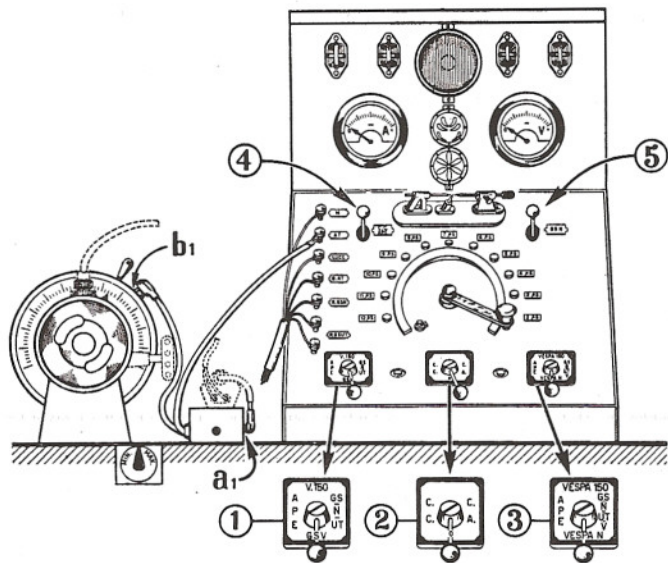

Fig. 10/D - Banco prova volani
Il banco prova volani 8290/R (ved. fig. 10/D) comprende i seguenti gruppi, necessari per l'esecuzione delle prove dei volani:
- 2 commutatori — (4) e (5) in fig. 10/D — a due posizioni, specifici rispettivamente per l'Ape e per le Vespa G.S. aventi l'accensione a batteria.
- b) - Collegare il cavetto nero uscente dal volano, al morsetto 1 del primario della bobina A. T. esterna (ved. fig. 10/D); il morsetto 2 di detta bobina A. T. deve essere collegato al cavetto rosso uscente dal volano
- d) - Collegare uno dei due cavi A. T., uscenti dalla scatola di deviazione, al morsetto **b1** posto in corrispondenza dello spinterometro ruotante, e l'altro cavo al morsetto A. T. del quadro. - Il cavo A. T. uscente direttamente dalla bobina deve essere inserito nel morsetto **a1** (ved. fig. 10/D).